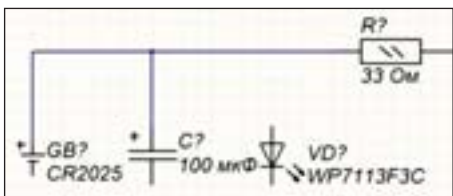

Рис. 41. Прорисовка связей
6. Курсор все еще находится в режиме рисования связей. Укажите курсором положительный вывод конденсатора и соедините его с цепью, соединяющей батарею и резистор (рис. 41).